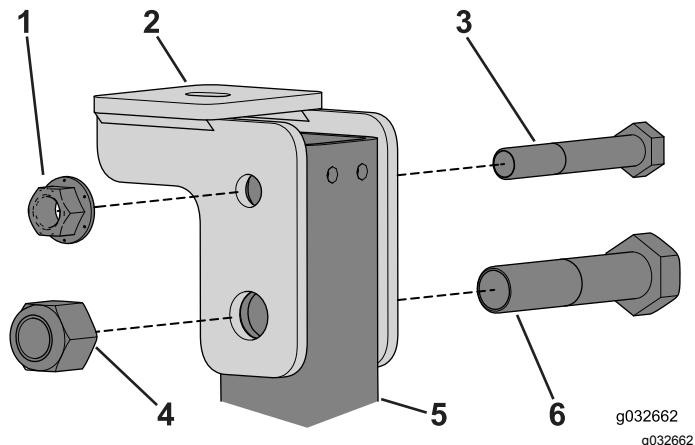

図 111
1. キャブフレーム後部で、キャブマウントブラケットをROPSチューブに固定しているボルトを取り外す図 111。